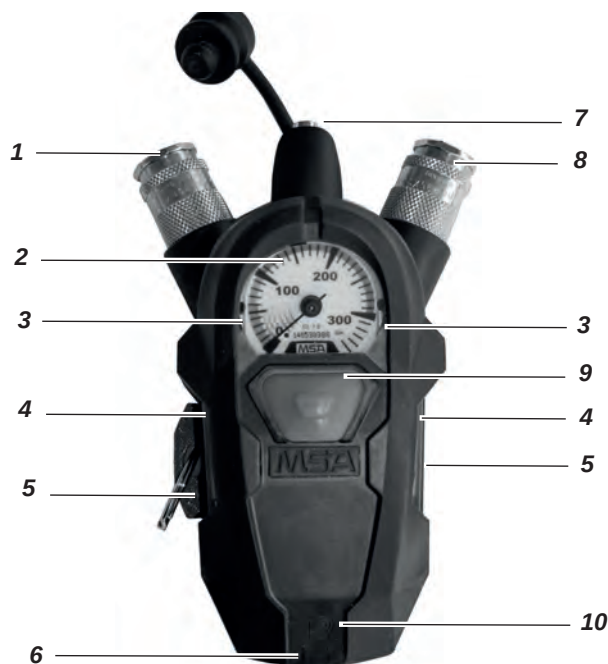

Fig. 1 Vista general del SingleLine SCOUT
El SingleLine SCOUT (véase Fig. 1) está conectado en el extremo del SingleLine de un equipo de protección respiratoria autónomo de aire comprimido correspondiente de MSA. Está formado por un manómetro (2), la conexión para el regulador a demanda (8) y por un dispositivo de aviso acústico (7) (silbato). Emite una señal de aviso continua cuando la presión de la botella desciende de 55 ± 5 bar. La segunda conexión (1) se conecta a un segundo regulador a demanda (por ejemplo, conjunto de rescate o RespiHood).